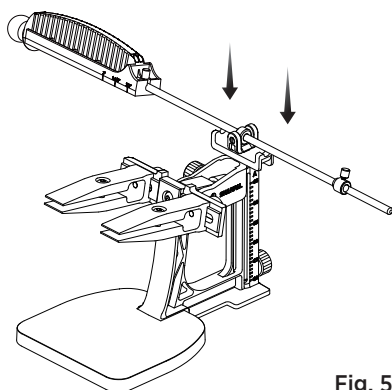

Fig. 5
5. Placera slipstyrstängens i parkeringsspåret på stödstången. (Se Fig. 5)